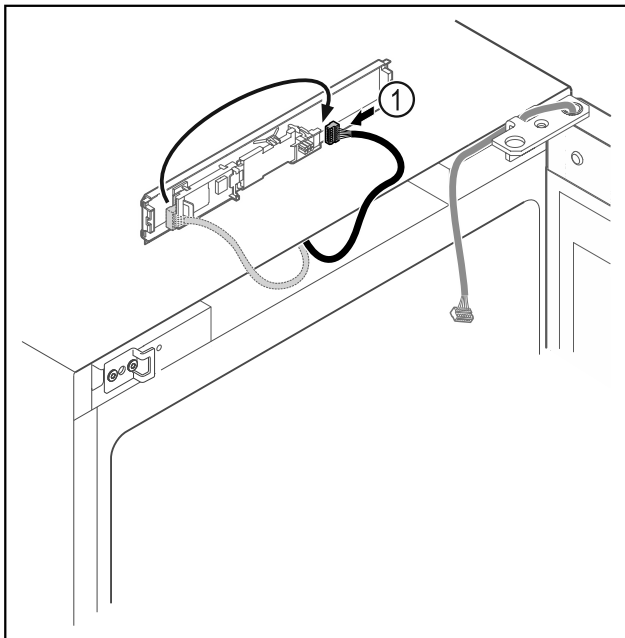

Fig. 18
- ▶ Vtič Fig. 18 (1) ponovno povežite s tiskanim vezjem.